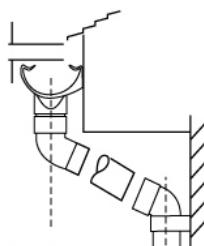

Рис. 9
4. Край кровли находится дальше вертикальной оси желоба. Водосток установлен правильно, когда отцентрован относительно края кровли (рис. 9)
5. Малый нахлест кровельного листа над стопильной системой может привести к задуванию воды и обветшанию стропил (рис. 9).